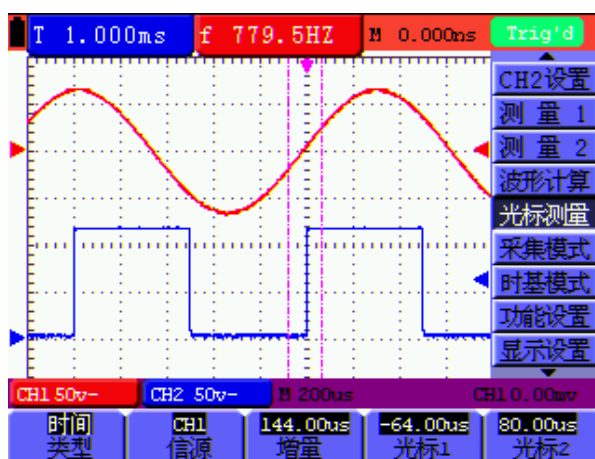

图 54: 光标时间测量
6. 这时，调整 **OPTION ▲**或 **OPTION ▼** ，可看到虚线 **T1** 左右移动，同时屏幕会显示出 **T1**相对于 **屏幕中点位置** 的时间值，调整 **OPTION ◀**或 **OPTION ▶** ，可看到虚线 **T2** 左右移动，同时屏幕会显示出 **T2** 相对于 **屏幕中点位置** 的时间值。见图 54: